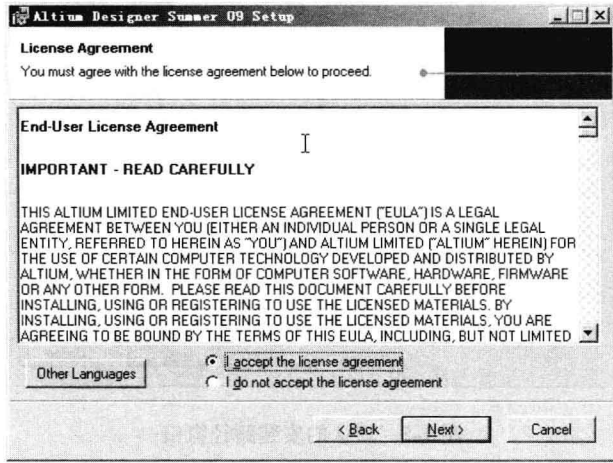

图 1-3 接受协议窗口
(4) 单击“Next”按钮，弹出接受协议窗口，如图 1-3 所示。在图 1-3 所示中选择“I accept the license agreement”单选按钮。